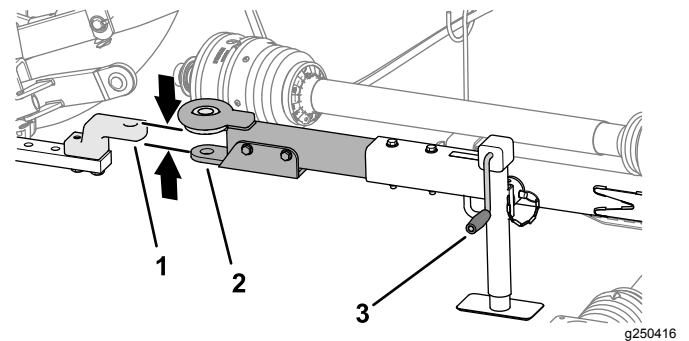

**Figura 27**
- Altura de trabalho: 33,4 a 40 cm; consulte **Figura 27**.